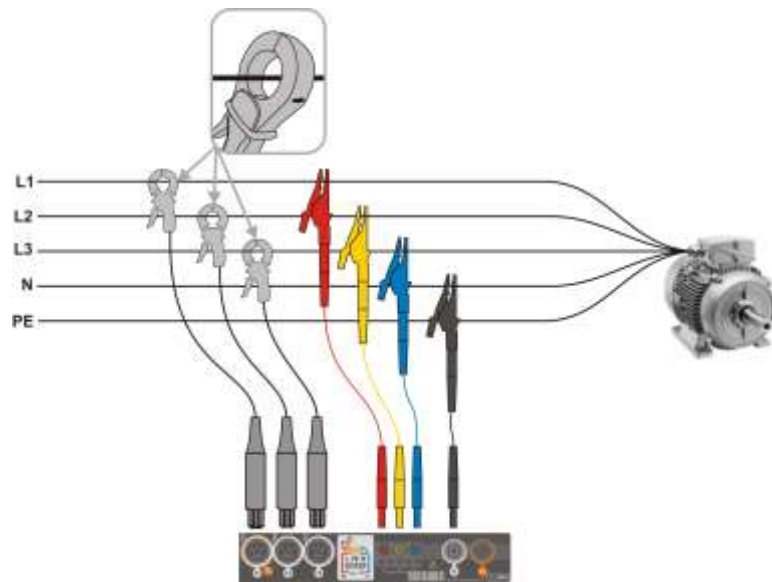

Рис. 6.6 Схема подключения – трехфазная цепь с четырьмя рабочими проводами
- Трехфазная 4-х проводная (Рис. 6.6);